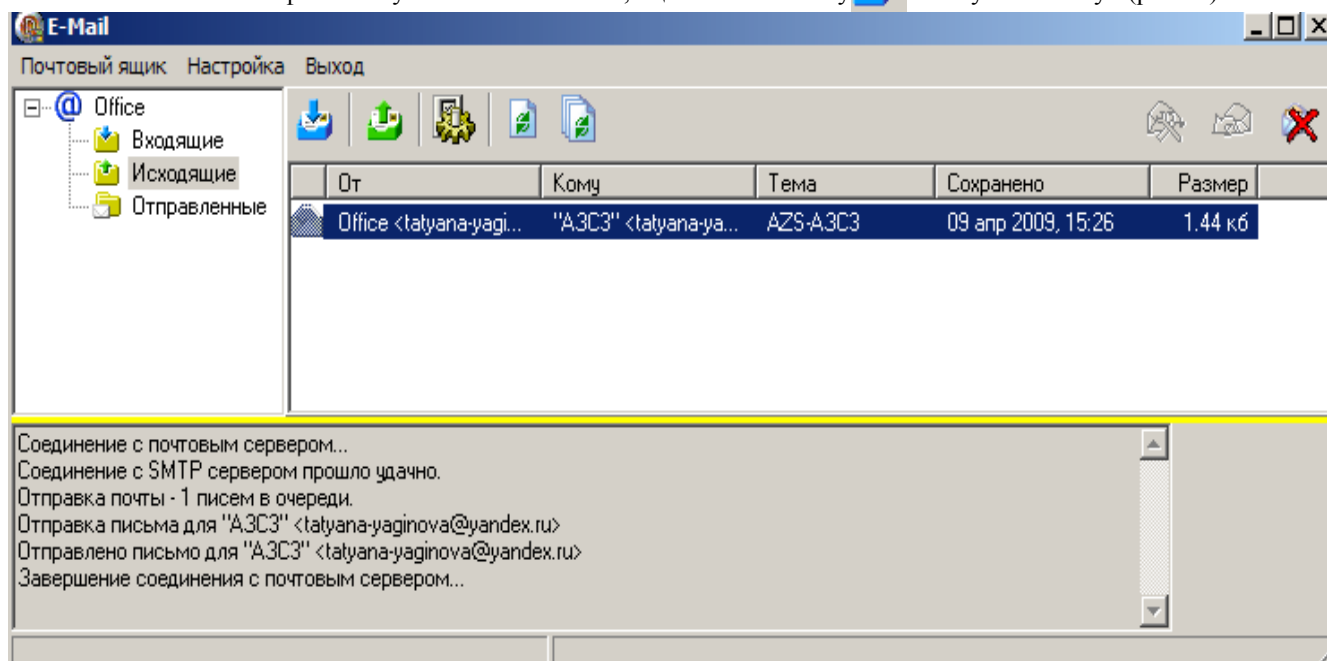

Рис. 35
8. Чтобы в офисе получить ответ с АЗС, щелкните кнопку  «Получить почту» (рис.35).
Для просмотра всех полученных писем с АЗС и отправленных писем-запросов на АЗС в программе «ПТК АЗС Офис» в меню «Связь» установите настройку «Электронная почта» (рис.35). В открывшемся окне можно посмотреть список всех отправленных файлов, открыв закладку «Входящие».